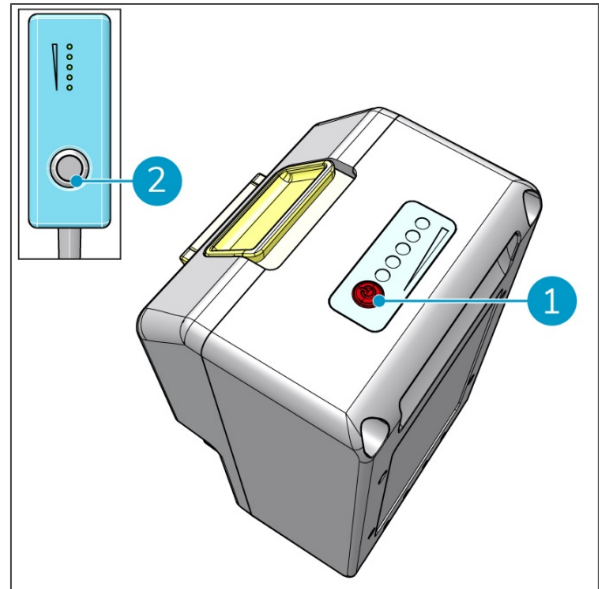

Figure 13
2. Vérifiez les batteries en appuyant sur le bouton rouge (Figure 13, pos. 1) de chaque batterie. Voir également 2.1.
3. Appuyez sur l'interrupteur MARCHÉ/ARRÊT de la télécommande (Figure 13, pos 2) pour éteindre l'i-move 2.5B®.